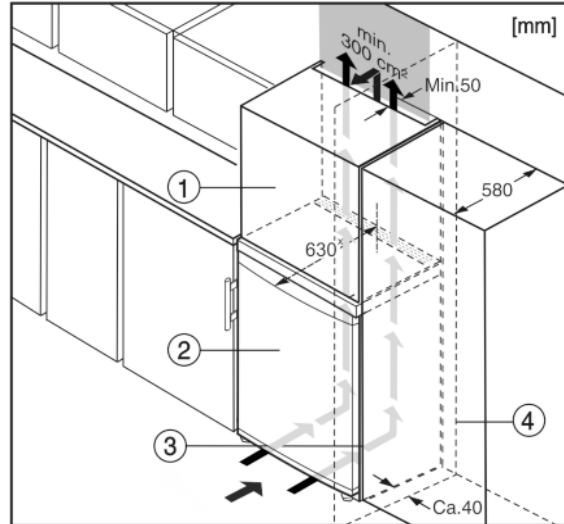

Fig. 10
Das Gerät kann mit Küchenschränken umbaut werden. Um das Gerät Fig. 10 (2) der Küchenzeilenhöhe anzugleichen, kann über dem Gerät ein Aufsatzschrank Fig. 10 (1) angebracht werden.
Beim Umbau mit Küchenschränken (Tiefe max. 580 mm) kann das Gerät direkt neben dem Küchenschrank Fig. 10 (3) aufgestellt werden. Das Gerät steht seitlich 34 mm \* und in der Gerätemitte 50 mm \* gegenüber der Küchenschrankfront vor.\*
Wenn das Gerät mit den Scharnieren neben einer Wand Fig. 10 (4) aufgestellt wird, muss der Abstand zwischen Gerät und Wand mindestens 40 mm betragen. Dies entspricht dem Griffüberstand bei geöffneter Tür.\*